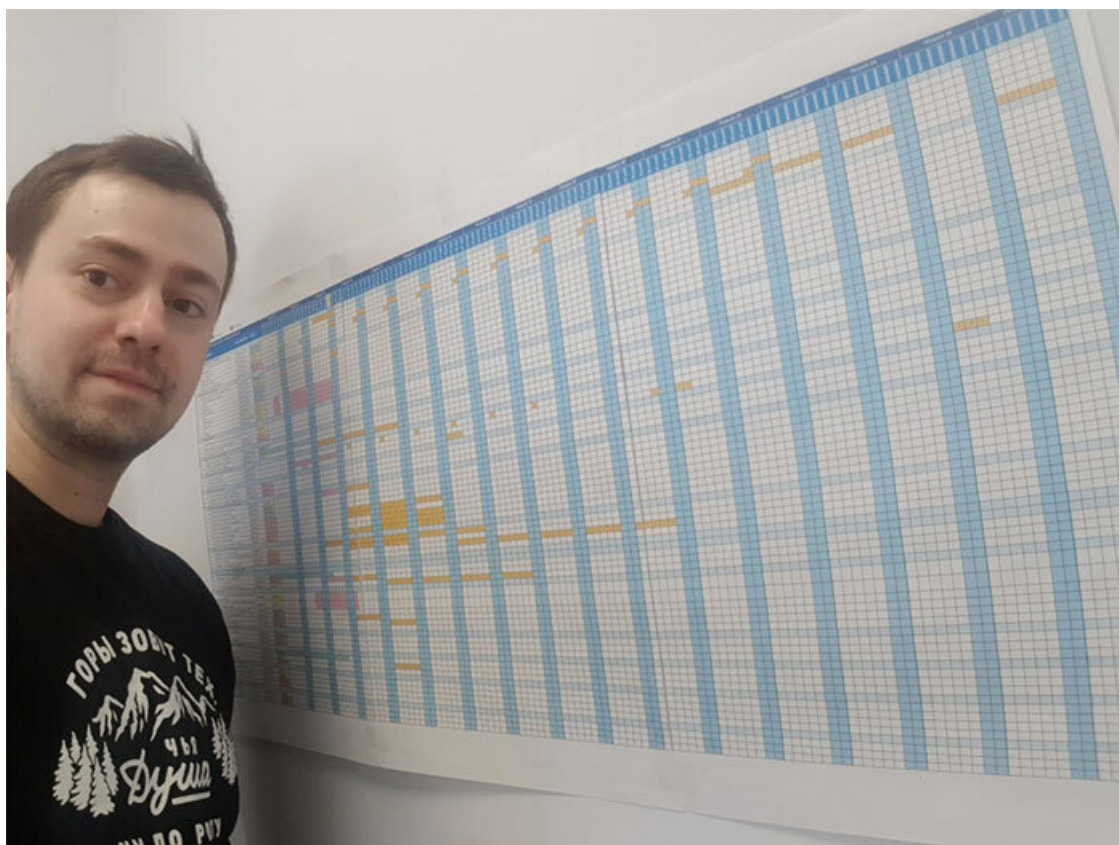

Рисунок 3 – Дорожная карта повышения эффективности управления запасами МТР
2. Дорожная карта проекта/программы содержит перечень всех инициатив с указанием сроков их реализации. Дорожная карта составляется после проведения диагностики и утверждения итогового перечня инициатив. Перечень инициатив, сроки их реализации могут меняться. Дорожную карту мы печатали на пластиковом полотне формата А0 (если задач много) и вывешивали в офисном помещении, чтобы все видели, какие инициативы реализуются нашей командой. Таким образом мы прозрачно показываем объем работ, сроки и ответственных за их исполнение (см. Рисунок 3).